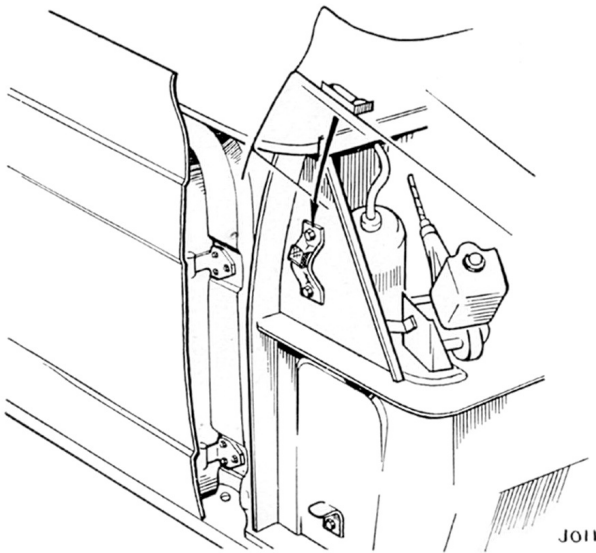

Fig. 13. Réglage du capot en hauteur (situation "A")
## Situation "A" (Fig. 13) - 1200 et Vitesse 6
Desserrer les boulons (5) et (6) et lever ou baisser l'avant du capot jusqu'à obtention d'un espace uniforme entre le capot et la portière. Pendant cette opération, le capot pivotera sur ses supports arrière comme indiqué par la flèche Fig. 13. Resserrer les boulons lorsque le réglage est terminé.